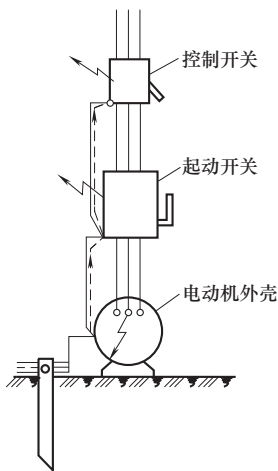

图 11-19 一根接地支线串接多台设备的危害
(1) 每个设备的接地点必须用一根接地线与接地干线单独进行连接，切不可用一根接地支线把几个设备的接地点串接起来后与接地干线连接，因为采用这种接法，万一某个连接点出现松散，而又有一台设备外壳带电，就要使被连在一起的其他设备外壳同时带电，如图 11-19 所示，会增加发生触电事故的可能性。
(2) 在户内，容易被人触及的地方，接地支线宜采用多股绝缘绞线，在户外或户内，不易被人触及的地方，一般宜采用多股裸绞线。用于移动用具的电源线，常用的是具有较柔软的三芯或四芯橡胶护套或塑料护套电缆；其中黑色或黄绿色的一根绝缘导线规定作为接地支线。
(3) 接地支线允许和电源线同时架空敷设，或同时穿管敷设，但必须与相线和中性线有明显的区别，尤其不能与中性线随意并用；明敷设的接地支线，在穿越墙壁或楼板时，应套入套管内加以保护。
(4) 接地支线经过建筑物的伸缩缝时，如采用焊接固定，应将接地线通过伸缩缝的一段做成弧形。
(5) 接地支线与接地干线或与设备接地点的连接，一般都用螺钉压接，但接地支线的线头应用接线端子，有振动的地方，应加弹簧垫圈防止松散。
(6) 用于固定敷设的接地支线需要接长时，连接方法必须正确，